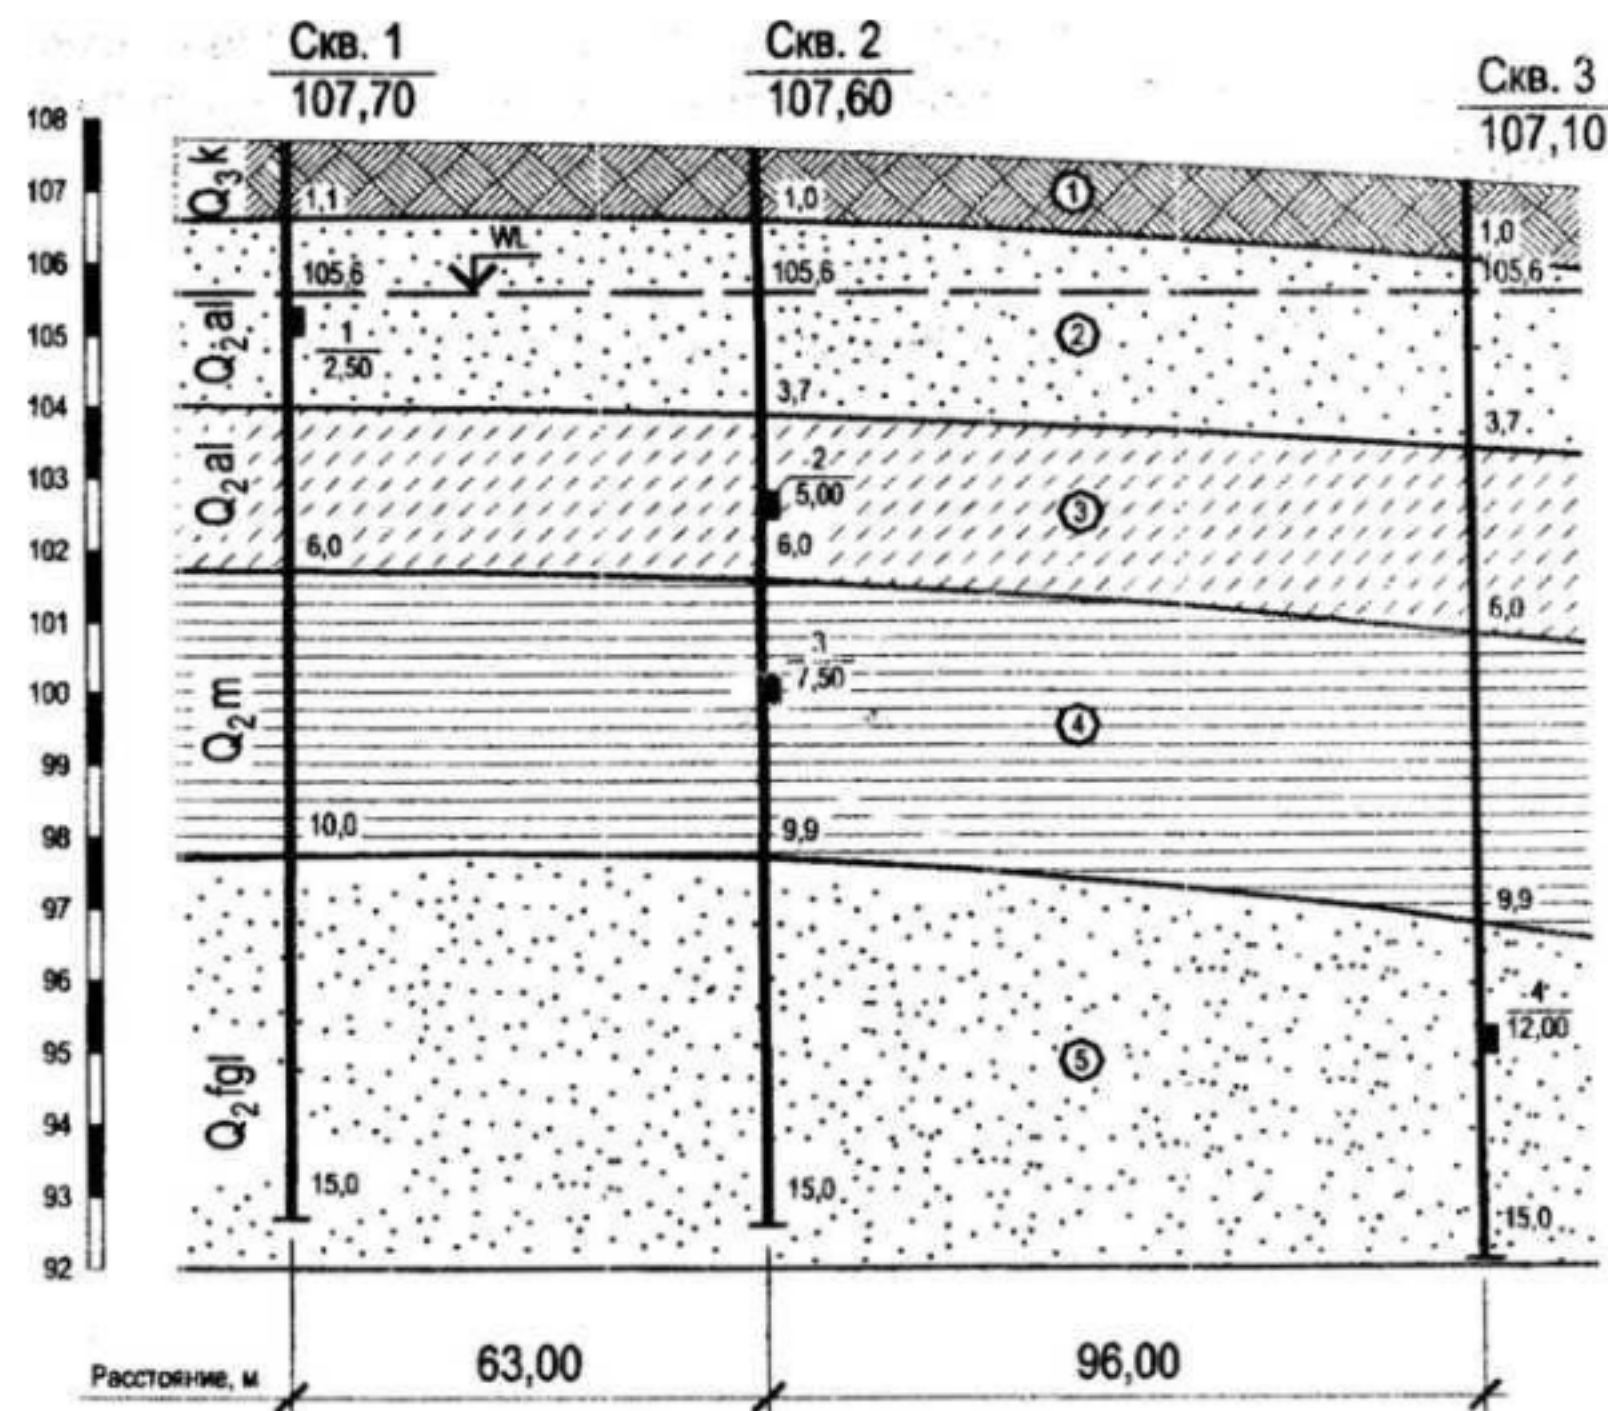

Рис.1. Геологический разрез по линии I-I
- Общее оформление геологического разреза приведено на рис. 1.